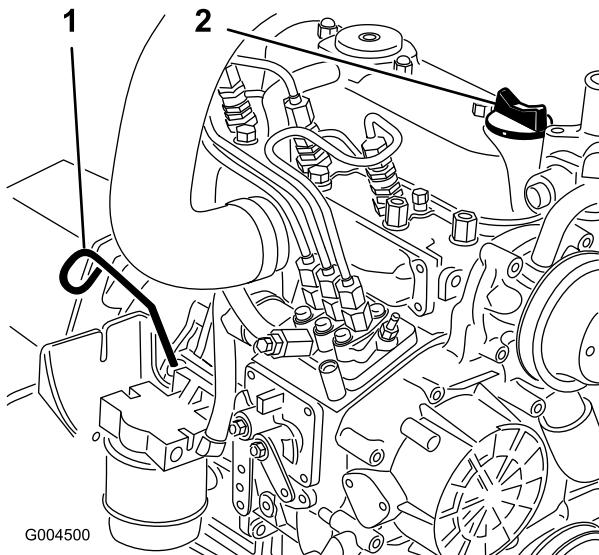

Bild 40
- Nehmen Sie den Peilstab (Bild 40) heraus und wischen Sie ihn ab. Stecken Sie ihn dann ganz ein. Nehmen Sie den Peilstab heraus und prüfen Sie den Ölstand.
- Wenn der Ölstand unter der Voll-Markierung liegt, nehmen Sie den Fülldeckel ab (Bild 40) und gießen Sie genug Öl ein, um den Ölstand bis zur Voll-Markierung anzuheben.